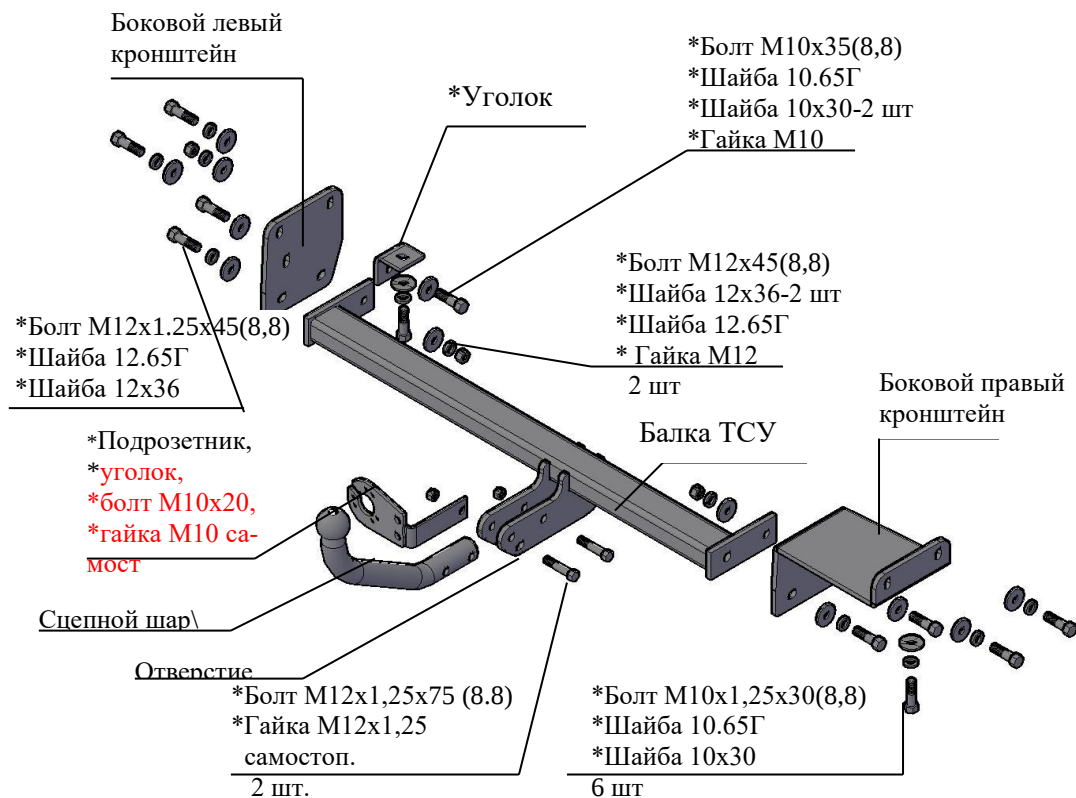

Рис.1 Тягово-сцепное устройство 7370.
2.1 ТСУ 7370 в сборе (рис.1)	1 шт.
2.2 Пакет с комплектующими (см. рис.1)	1 шт.
4.2 Установить боковой правый и левый кронштейны ТСУ на внешние боковые и нижние стороны лонжеронов а/м, используя уголок (см рис.1), болты М10х1,25х30 и гайки штатные, под головки болтов подложить шайбы гроверные 10.65Г и шайбы 10х30. Уголок крепить к левому кронштейну болтом М10х35 и гайкой М10, подложив под головку болта шайбу М10х30, а под гайку - шайбу 10.65Г и шайбу 10х30. Крепеж не затягивать.